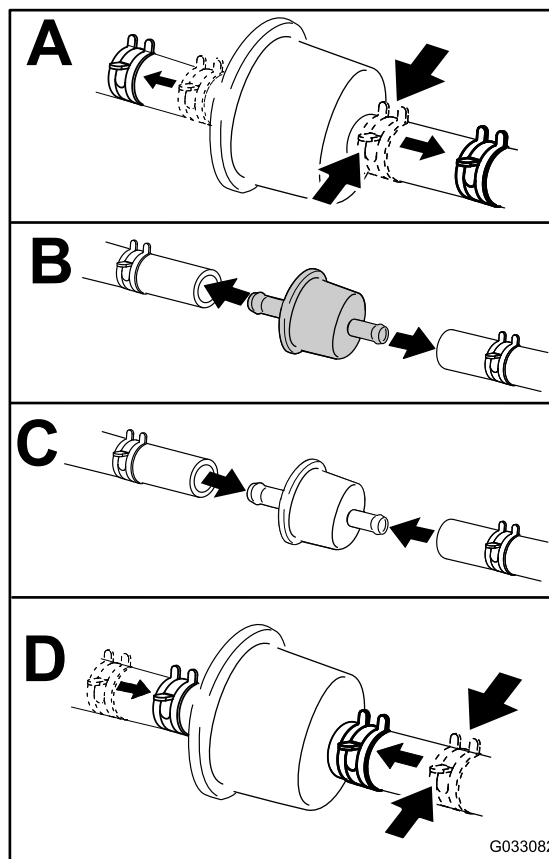

Figura 50
4. Sostituite il filtro del carburante (Figura 50).